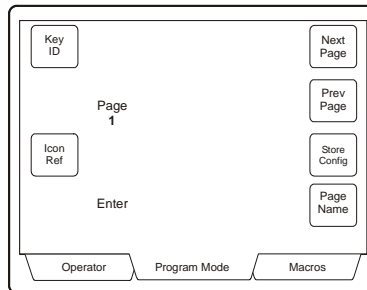

Abbildung 4.2: Makrokonfigurationsmenü
3. Drücken Sie die Soft-Taste MACRO CONFIG. Anschließend wird das Makrokonfigurationsmenü angezeigt (Abbildung 4.2).
Drücken Sie die Soft-Taste ENTER, wenn der Name vollständig eingegeben ist. Das Text-Editormenü wird beendet und das Makrokonfigurationsmenü wird erneut angezeigt (Abbildung 4.2).